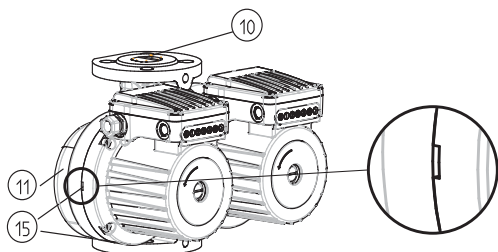

fig. 3
- GHND (basic, auto), GHNDMD (basic, auto) – le pompe dispongono di un telaio idraulico doppio (fig. 3 – POS. 11), nel quale è montata una botola ribaltabile (fig.3 – POS.10) che gira autonomamente in base al flusso dei fluidi di una o dell'altra pompa.